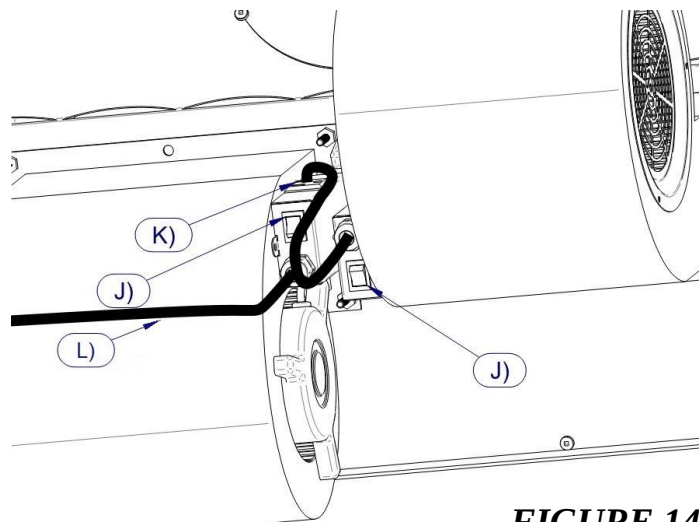

FIGURE 14
13. Connecter l'alimentation électrique (A) au boîtier électrique.
14. Connecter le ventilateur (B)
15. (voir fil L dans la figure 14) avec la boîte de jonction muni d'un thermodisque au boîtier d'alimentation électrique.
16. Connecter la boîte de jonction du thermostat (C) à la boîte d'alimentation électrique.
17. Connecter le module de contrôle du ventilateur (D) à la boîte d'alimentation électrique.